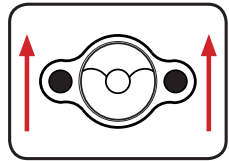

Fig.4
4. Placez la goupille dans le trou en «L» et remettez la plaque de protection en place avec les deux vis. Lorsque vous repositionnez la plaque de protection, assurez-vous qu'elle soit orientée comme indiqué en Fig. 4 et que les vis soient à la même hauteur